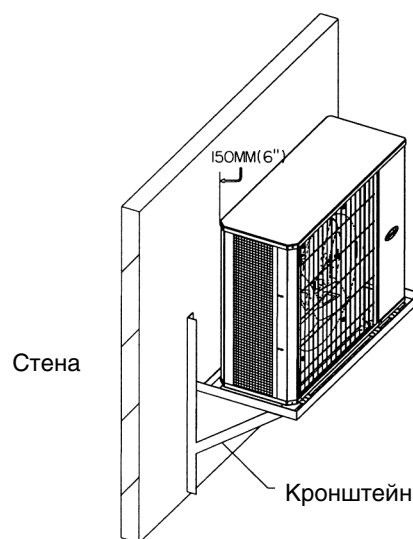

Рис. 4 – Крепление на вертикальной стене
- 2) **Настенная установка:** закрепите блок кронштейном (приобретается отдельно) (рис. 4).